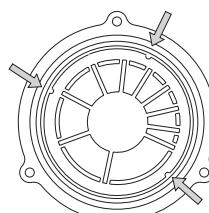

Fig. 9
2.8.2 Modalità di scarico (fig. 9/a)
Gli schemi di fig. 9/a illustrano alcuni